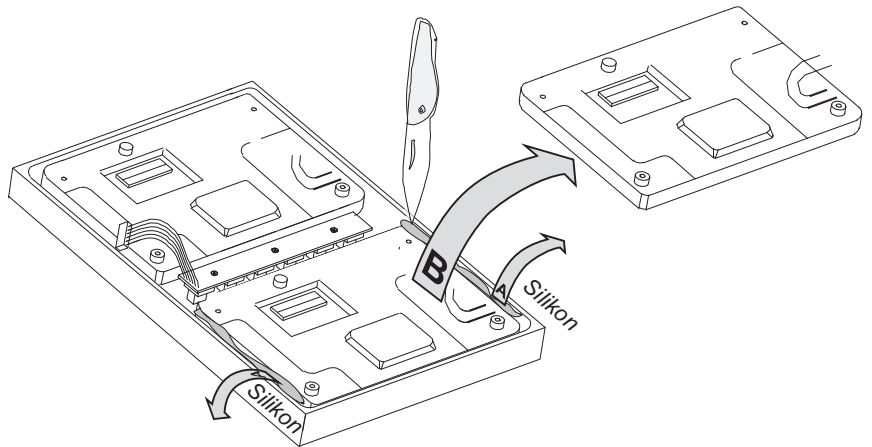

Bild 4-28: Entnahme des defekten Displays
11. Lösen Sie vorsichtig das Silikon vom defekten Display ab (Bild 4-28, A) und entnehmen Sie das Display (Bild 4-28, B).